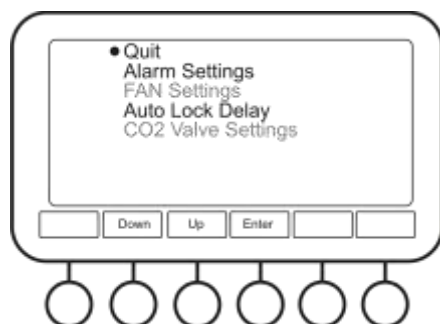

Рисунок 8. Меню настроек
5.9.3.2 **Настройки (Settings, рис. 8).** Пользователю доступны пункты **установка сигналов тревоги (Alarm Settings)** и **задержка блокировки кнопок (Auto Lock Delay)**.